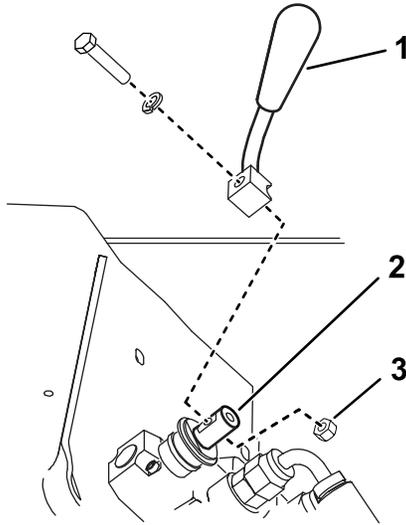

Figure 4
2. Fixez le levier au sélecteur de vitesse avec le boulon, la rondelle frein et l'écrou, comme montré à la Figure 4.